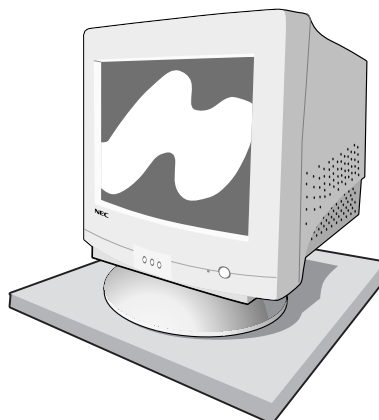

Figure TS-4
4. Une fois la nouvelle le socle inclinable/rotatif posée, remettre soigneusement le moniteur à l'endroit comme (**Figure TS.4**).